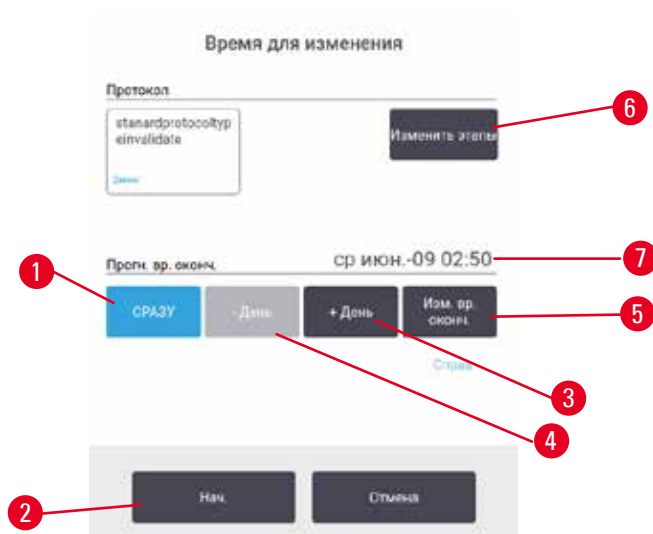
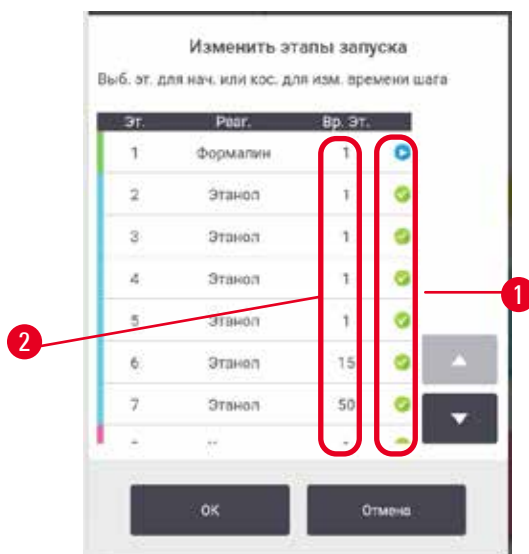

Рис. 53
Рис. 55
Выбрать время выполнения протокола можно в диалоговом окне **Time to edit (Время для изменения)** (→ Рис. 53). Диалоговое окно открывается после загрузки протокола, ввода ID корзины и количества кассет (→ с. 80 – 5.5.2 Изменение первого этапа для единичного запуска).
1. Начните запуск протокола в обычном порядке с экрана **Status (Готовность)** и продолжайте, пока не откроется диалоговое окно **Time to edit (Время для изменения)** (→ Рис. 53). Нажмите кнопку **Edit steps (Изменить этапы)** (→ Рис. 53-6), чтобы открыть диалоговое окно **Edit the run steps (Изменить этапы протокола)** (→ Рис. 55).